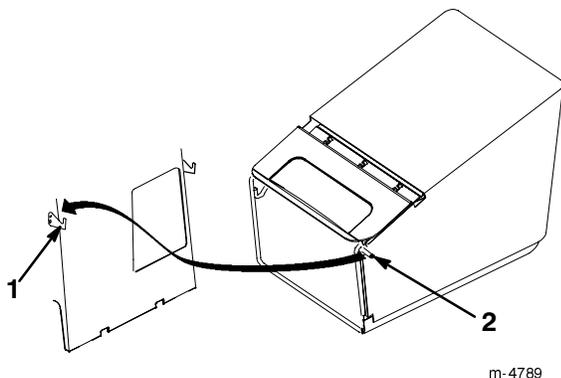

Figure 15
5. Accrochez les ergots du cadre du sac à herbe dans les crochets du plateau de coupe, comme illustré à la Figure 15.
4. Décrochez le cadre du sac du plateau de coupe et enlevez-le de l'ouverture, comme illustré à la Figure 15.